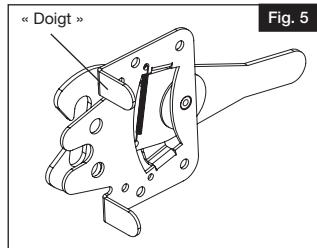

Fig. 5
- a. Placer le loquet sur une _ surface plane, avec le support de "doigt" face au côté droit, tel que montré (Fig. 5).